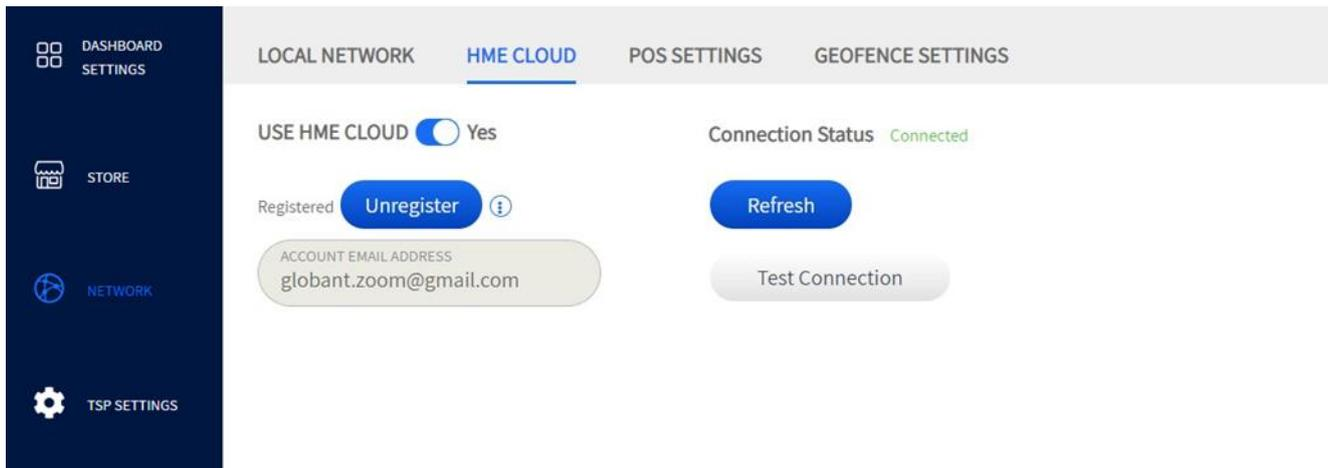

Abb. 5.2
**Beispiel:** Im Beispiel in Abb. 5.2 wurde YES für die Cloud-Funktion USE HME CLOUD gewählt. Der CONNECTION STATUS zeigt, dass eine Verbindung („Connected“) zur Cloud besteht. Das Feld ACCOUNT EMAIL ADDRESS wird ausgefüllt, wenn Sie sich in der Cloud registriert haben. Um diese E-Mail-Adresse zu ändern, müssen Sie sich erst mit der Schaltfläche **Unregister** abmelden. Eine E-Mail-Adresse muss nur eingegeben werden, wenn Sie ein Konto haben. Wenn nicht, lassen Sie das Feld leer, klicken Sie auf **Save** und dann auf **Refresh**, um die Verbindung herzustellen.